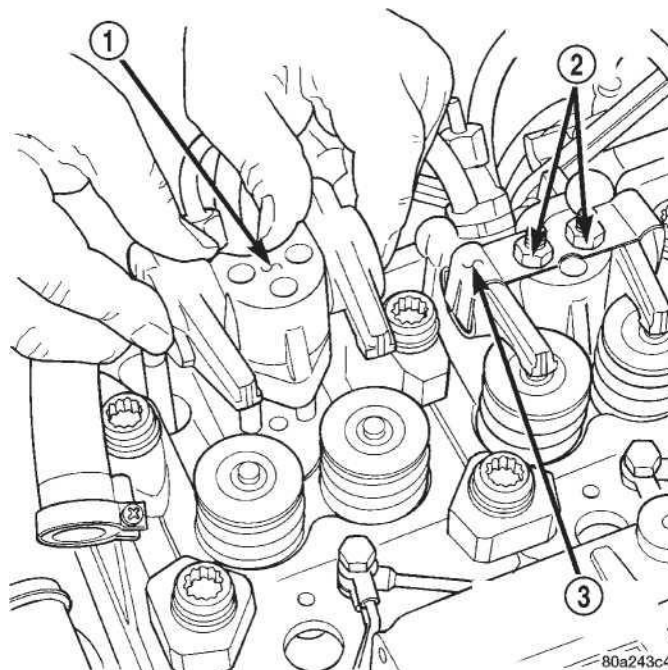
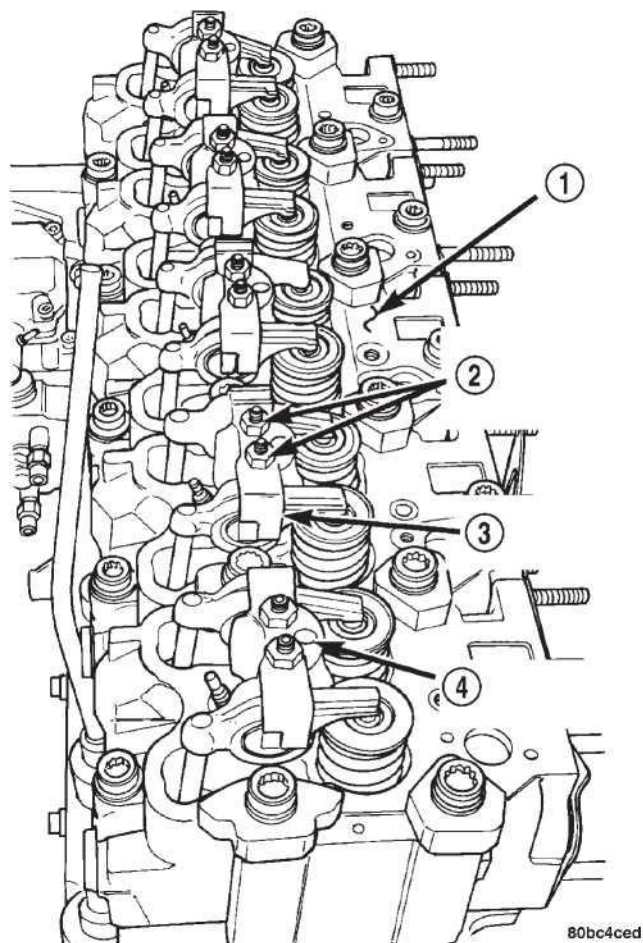

Рис. 51 Стопорная гайка
Рис. 52 RockerArmAssemblies
- (1) Разъедините отрицательный аккумуляторный кабель.
- (2) Разрядите систему кондиционирования воздуха. Обратитесь к Группе 24, Нагреванию и Кондиционированию воздуха для процедуры.
- (3) Демонтируйте сервисные клапаны и увенчайте порты компрессора. Обратитесь к Группе 24, Нагреванию и Кондиционированию воздуха.
- (4) Удалите покрытие головки цилиндра. Обратитесь к демонтажу покрытия головки цилиндра и установке в этом разделе.
- (5) Удалите стопорную гайку коромысла (Рис. 51) (Рис. 52).
- (6) Удалите сборку клапана. Положите их на скамью в том же порядке, как удалено.
- (7) Демонтируйте толкатели и положите их на скамью в том же порядке, как удалено.